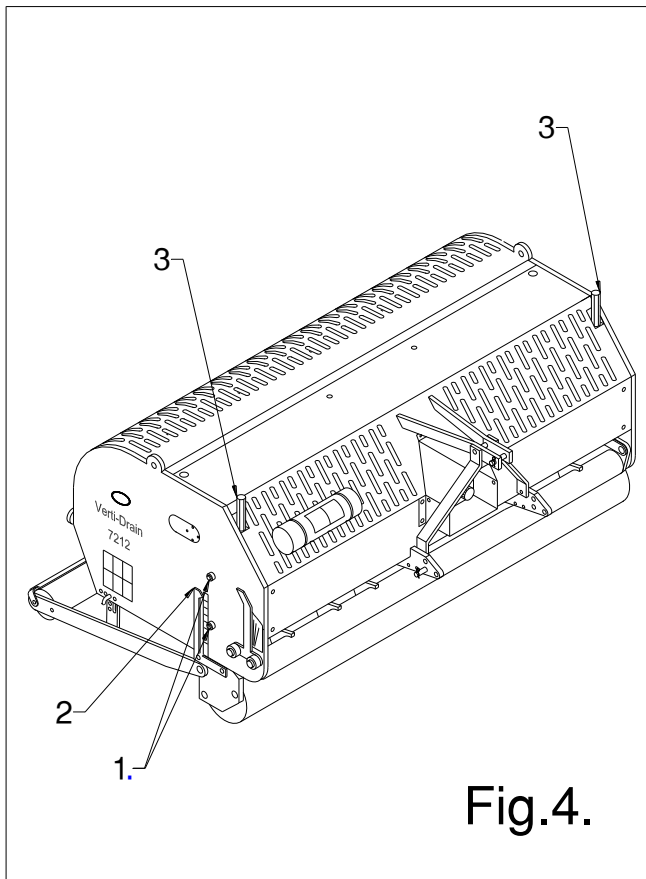

Fig.4.
La profundidad de trabajo se puede ajustar cuando la máquina está levantada, véase fig. 4. Afloje las tuercas 1 una vuelta a ambos lados de la máquina. A continuación, atornille o desatornille el perno 3. Cada vuelta es de 4 mm (0.160"). El adhesivo (2) en el costado de la máquina indica el ajuste de la profundidad de trabajo. Cuando se ha alcanzado la profundidad adecuada, enrosque las tuercas 1 otra vez.